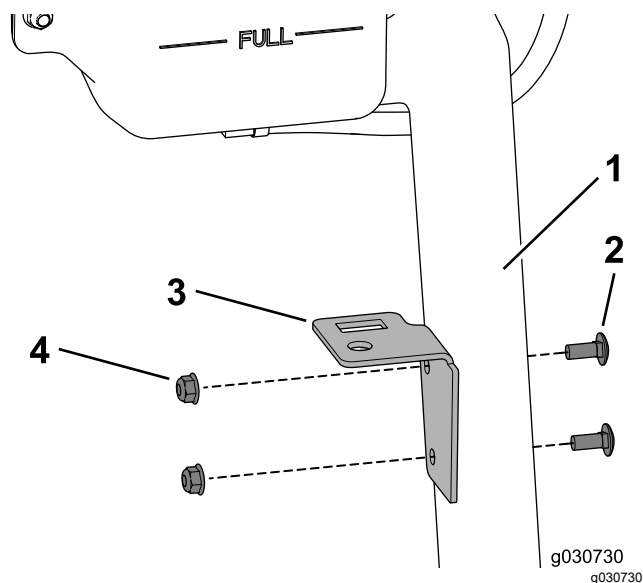

Figura 43
1. Utilizzate 2 bulloni a testa tonda (5/16" x $\frac{3}{4}$ ") e 2 dadi flangiati (5/16") per fissare la piastra del serbatoio al supporto del serbatoio del refrigerante (Figura 43).